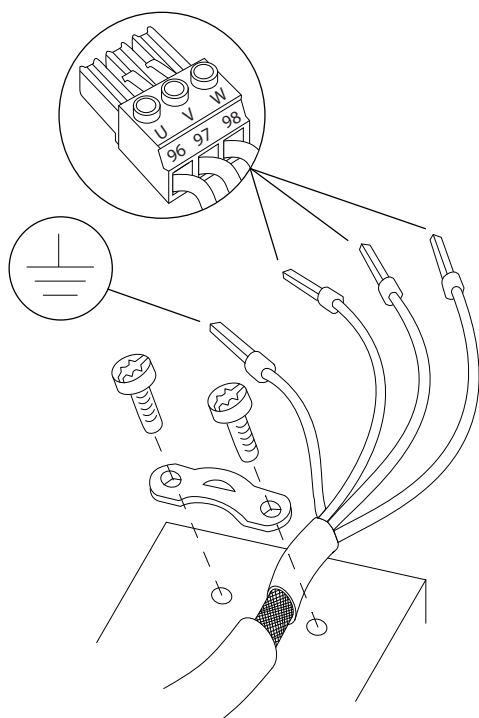

図 4.5 モーター接続
3. 章 4.3 接地に記載されている接地に関する指示に従って、最も近接した接地端子に接地線を接続します。図 4.5を参照してください。
4. 3相モーター配線を端子 96(U)、97(V)、98(W)に接続します。図 4.5を参照してください。